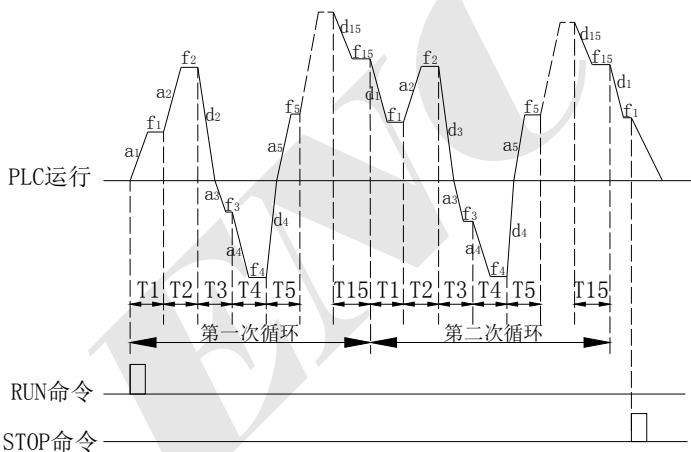

图 7-33 PLC 连续循环方式
**3：连续循环。**图 7-33，变频器完成一个循环后自动开始下一个循环，直到有停机命令，才以设定的停机方式停机。